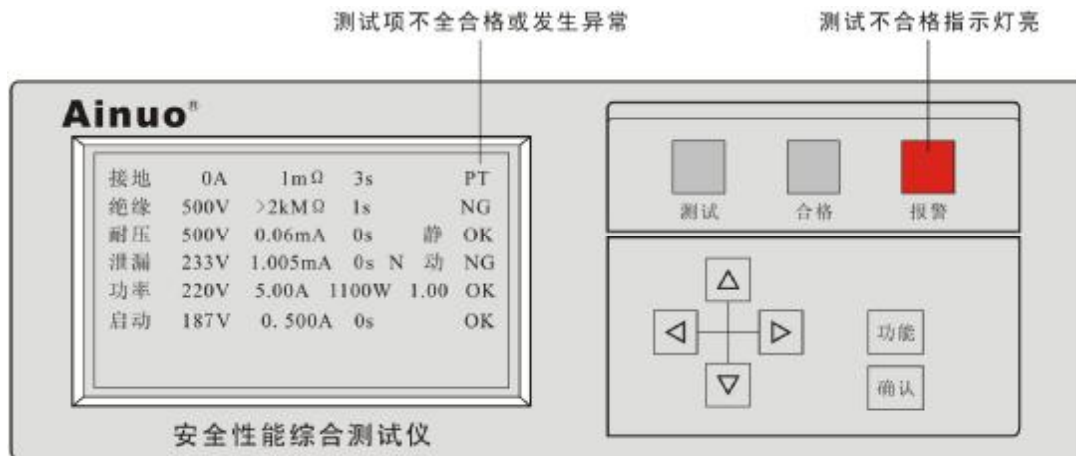

图 4-5-3 测试项不全合格或发生异常时
3) 测试不合格或发生异常时，界面显示和指示灯，如图 4-5-3 所示。